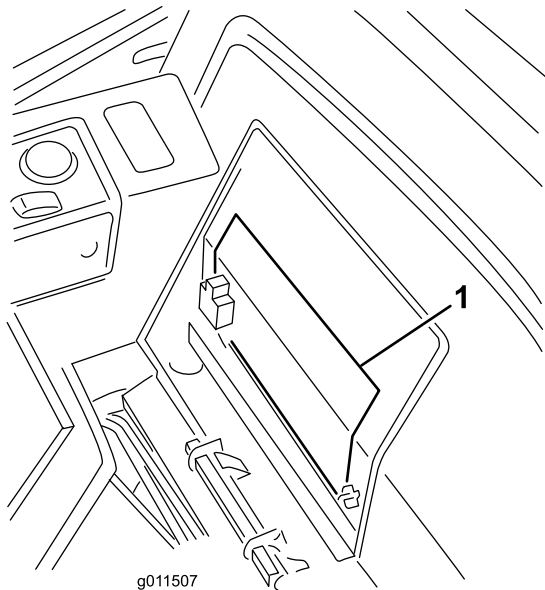

Bild 57
2. Entfernen Sie die Batterieabdeckung (Bild 57).